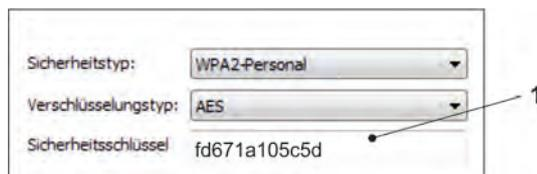

Fig. 31-22 Saisir la clé de sécurité puis connecter (exemple)
4. Saisir la clé de sécurité (Mot de passe) (état de livraison = PUK ; ici par ex. fd671a105c5d) (Fig. 31-22 point 1) puis connecter.